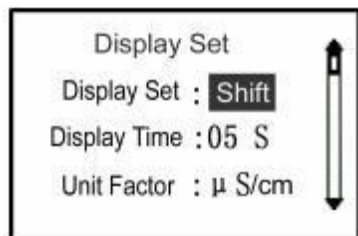
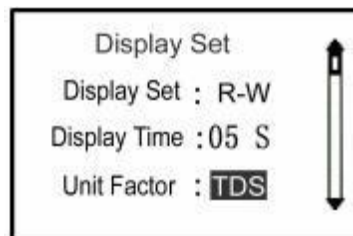

Рис. 13
Рис. 14
- 11) **Display (дисплей):** вход в интерфейс настройки параметров экрана (см. Рис. 13 и Рис. 14).